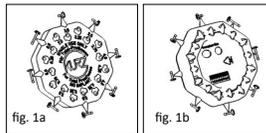
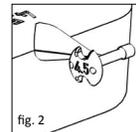

fig. 1a
fig. 2
■ **fig. 1a, 1b/2** Sizer disk (fig. 1a, 1b) for totale proteser er utstyrt med åtte satellittformet plasserte enkeltsizer av ulike lengder (3,0-7,0 mm). På baksiden av hver sizer er den aktuelle lengden angitt (fig. 2). Utsparingene og boringene har til funksjon å gi vektreduksjon, samt å gi bedre oversikt under måleprosedyren i mellomøret.